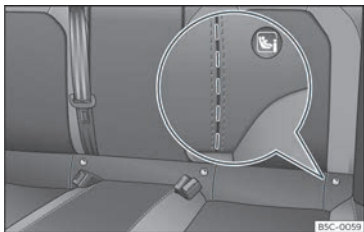

Fig. 27 Sedile posteriore: aperture praticate per accedere agli occhielli di fissaggio del sistema ISOFIX/i-Size.
veicoli, gli occhielli sono fissati al telaio del sedile e in altri al piano posteriore. Gli occhielli "ISOFIX" si trovano tra lo schienale e il cuscino del sedile posteriore» **fig. 27**. Gli occhielli Top Tether si trovano nella zona posteriore degli schienali posteriori (dietro lo
- In primo luogo, aprire manualmente l'area punzonata situata dietro le fessure contrassegnate per accedere agli anelli di fissaggio >>> **fig. 27**.